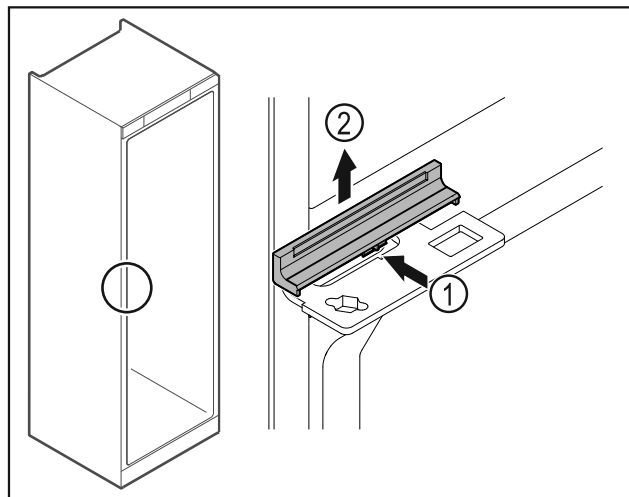

Fig. 42
- ▶ Finoman nyomja be a közepén a burkolatot Fig. 42 (1), és felfelé vegye le Fig. 42 (2).